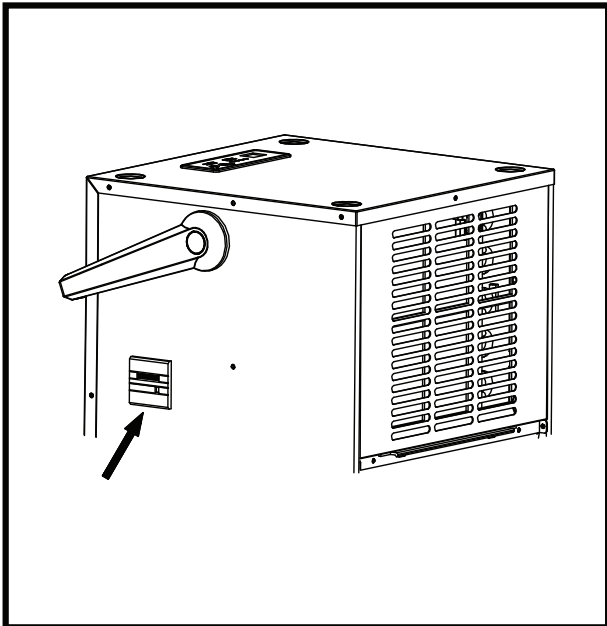

Fig. 5
► СЧЕТЧИК ЧАСОВ РАБОТЫ (FIG. 5)